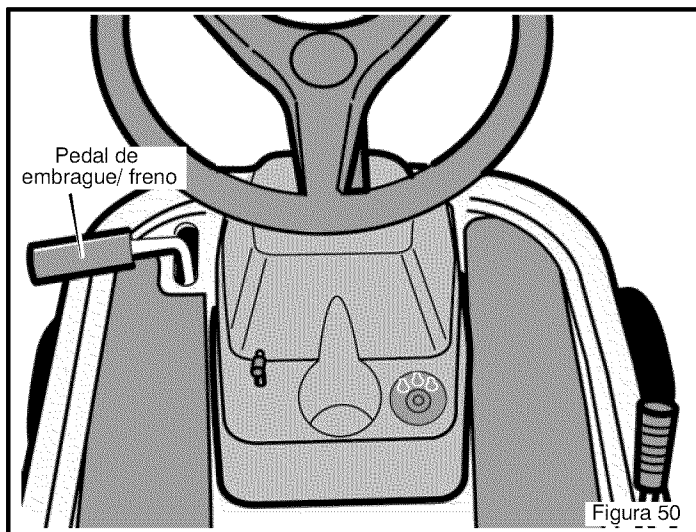
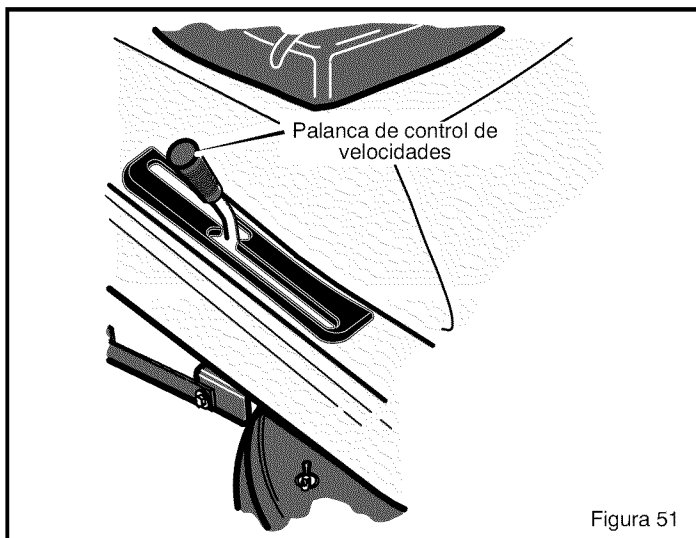

Figura 50
Figura 51
La transmisión hidrostática es muy fácil de operar. El sistema de transmisión tiene un pedal de embrague / freno en el lado izquierdo (Figura 50) y una palanca de control de velocidades y dirección en el lado derecho (Figura 51).
La velocidad y la dirección de avance son controladas por la palanca de control de velocidades (Figura 51). Use la palanca de control de velocidades tanto para avanzar como para retroceder.
2. Apriete a fondo el pedal de embrague / freno para detener la unidad (Figura 50). No suelte el pedal.
3. Mueva la palanca de control de velocidad a la posición NEUTRO (Figura 51).
4. Suelte lentamente el pedal de embrague / freno (Figura 50). No deje el pie sobre el pedal.
6. Empuje lentamente la palanca de control de velocidades hasta alcanzar la velocidad deseada (Figura 50).
2. Mueva la palanca de control de velocidades a la posición NEUTRO (Figura 51).